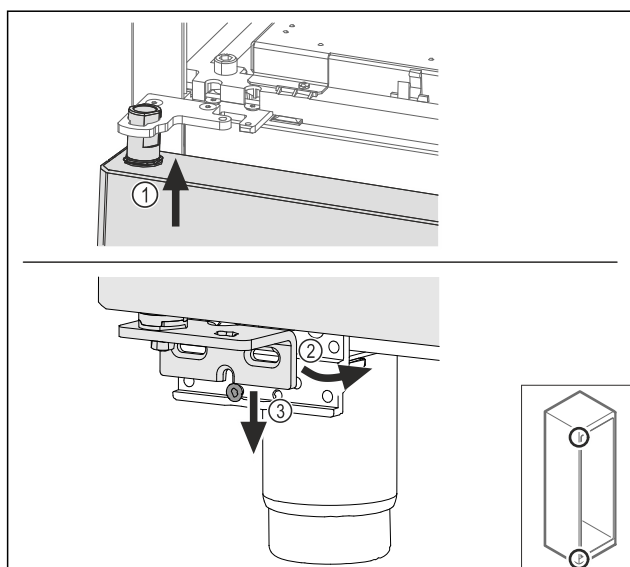

Fig. 60
- Introducir la puerta ligeramente inclinada en la parte superior Fig. 60 (1), alinear la puerta para que quede recta Fig. 60 (2) y colocarla en la parte inferior del tornillo de soporte de cojinetes Fig. 60 (3).